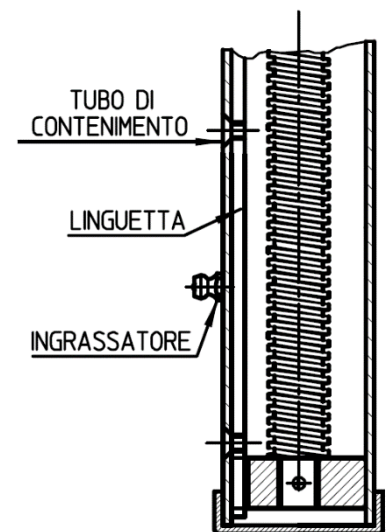

Figure 9.3 – Anti-rotation device lubrication
- Rilubrificare il dispositivo anti-rotazione utilizzando l'apposito ingrassatore, come mostrato in Fig. 9.3.
- ⚠ QUANDO SI LUBRIFICA IL DISPOSITIVO ANTI-ROTAZIONE, IL MARTINETTO DEVE SEMPRE ESSERE IN POSIZIONE RETRATTA (LC). NON LUBRIFICARE IL DISPOSITIVO IN POSIZIONE ESTESA (LA) O INTERMEDIA.